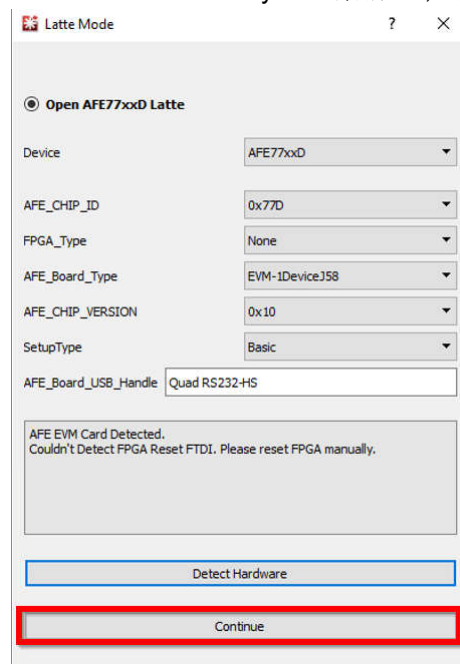

图 3-3. 启动 AFE77xxD Latte 软件
1. 打开 AFE77xxD Latte GUI 版本 1.4。确保其外观如 图 3-3 所示，然后单击 Continue。应该会显示 Couldn't Detect FPGA Reset FTDI.Please reset FPGA manually 这一条消息，可以忽略该消息。